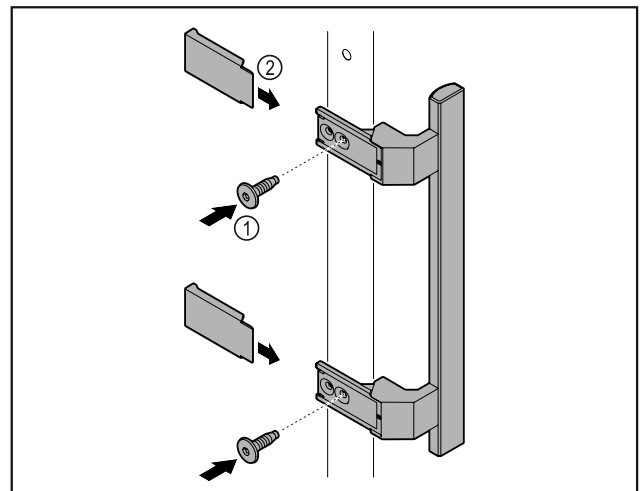

Fig. 7
- Kiinnitä oheispakkauksessa oleva kahva mukana olevilla ruuveilla Fig. 7 (1) oveen.
- Aseta suojuus Fig. 7 (2) paikalleen.